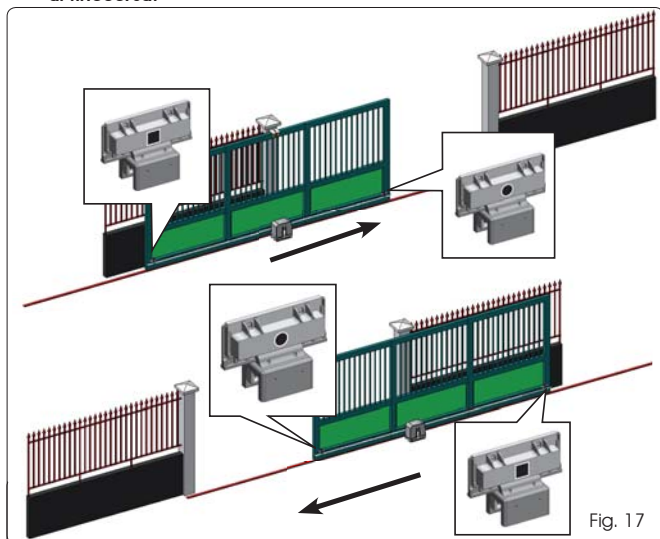

Fig. 17
2. Portare manualmente il cancello in posizione d'**apertura** lasciando 40 mm dall'arresto meccanico di finecorsa (vedi Fig. 17).
(VEDI FIG. 17)